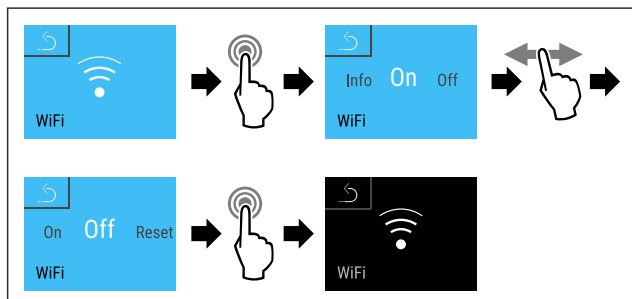

Fig. 120
- ▶ Stappen (zie Fig. 120) uitvoeren.